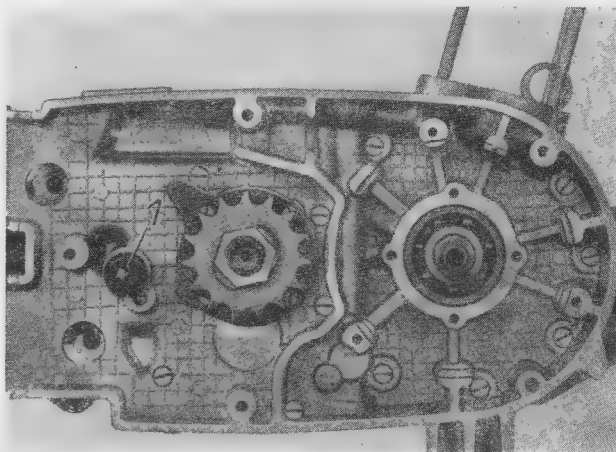

Bild 182. Gehäuse verschrauben
- Den Leerganganzeigeschalter (1 im Bild 182) bzw. bei Standardmotoren den Rohrstopfen einschrauben.